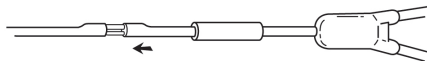

Fig. 4
4. Breng de kleine metalen canule(s) in het/de kleine lumen/lumina van het katheteruiteinde (fig. 4).